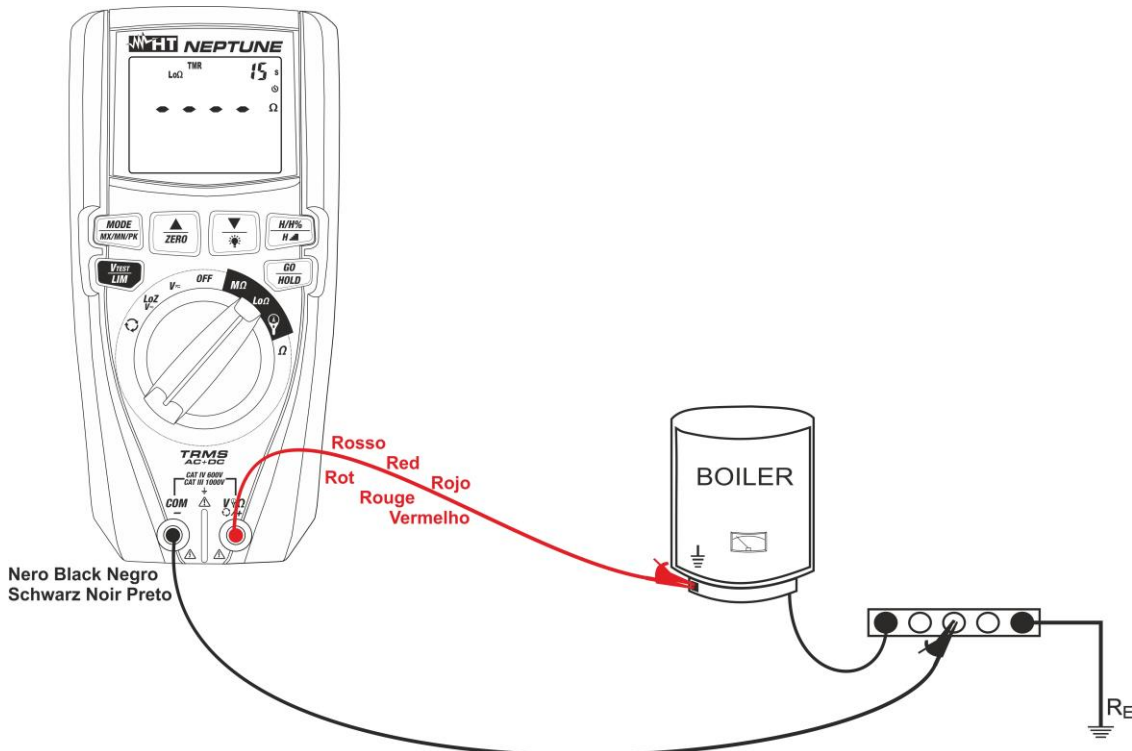

Fig. 29: Uso del instrumento para medida continuidad en modo TMR
7. Inserte el conductor rojo en el terminal de entrada  $V\Omega\ominus/+$  y el conductor negro en el terminal de entrada **COM/-** y conecte el instrumento a la instalación en examen (ver la Fig. 29)